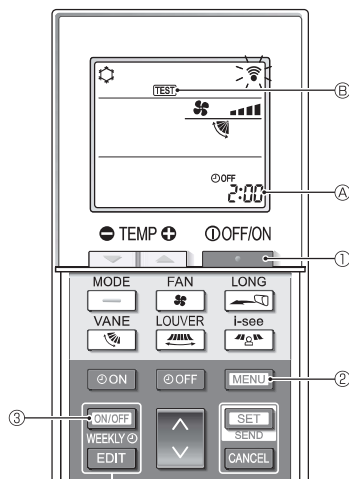

Fig. 7-5
■ Testlauf (Fig. 7-5)
- Drücken Sie die Taste **[ON/OFF]** ①, um die Klimaanlage anzuhalten.
- Wenn der Wochen-Timer aktiviert ist (**WEEKLY** eingeschaltet ist), drücken Sie die Taste **[ON/OFF WEEKLY]** ③, um ihn zu deaktivieren (**WEEKLY** ist ausgeschaltet).
- Drücken Sie die Taste **[MENU]** ② 5 Sekunden lang.
- Drücken Sie die Taste **[MENU]** ②.
- [TEST]** ⑥ leuchtet auf und das Gerät tritt in den Testlaufmodus ein.